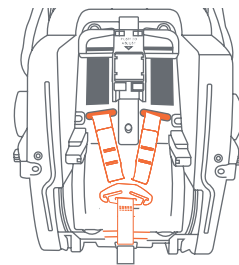

Fig. 34-1
- Desde la parte trasera de la Sillita para el automóvil, tire de las Correas del arnés por las Ranuras hasta que tenga correas suficientes para llegar a la Placa de ajuste del cinturón. (Fig. 34-1)
El largo de la correa de la entrepierna es ajustable para asegurar un ajuste seguro y cómodo para el arnés. El largo de la correa de la entrepierna debe ajustarse de modo tal que quede un espacio de 1/2 a 1 pulgada entre las orejas de la hebilla y la parte superior del muslo del niño, sin contar la ropa o los pañales (Fig. 34-1). Su hijo crecerá muy rápido, por lo tanto, siempre verifique que la hebilla esté a la altura apropiada al colocar a su hijo en la Silla de Seguridad.